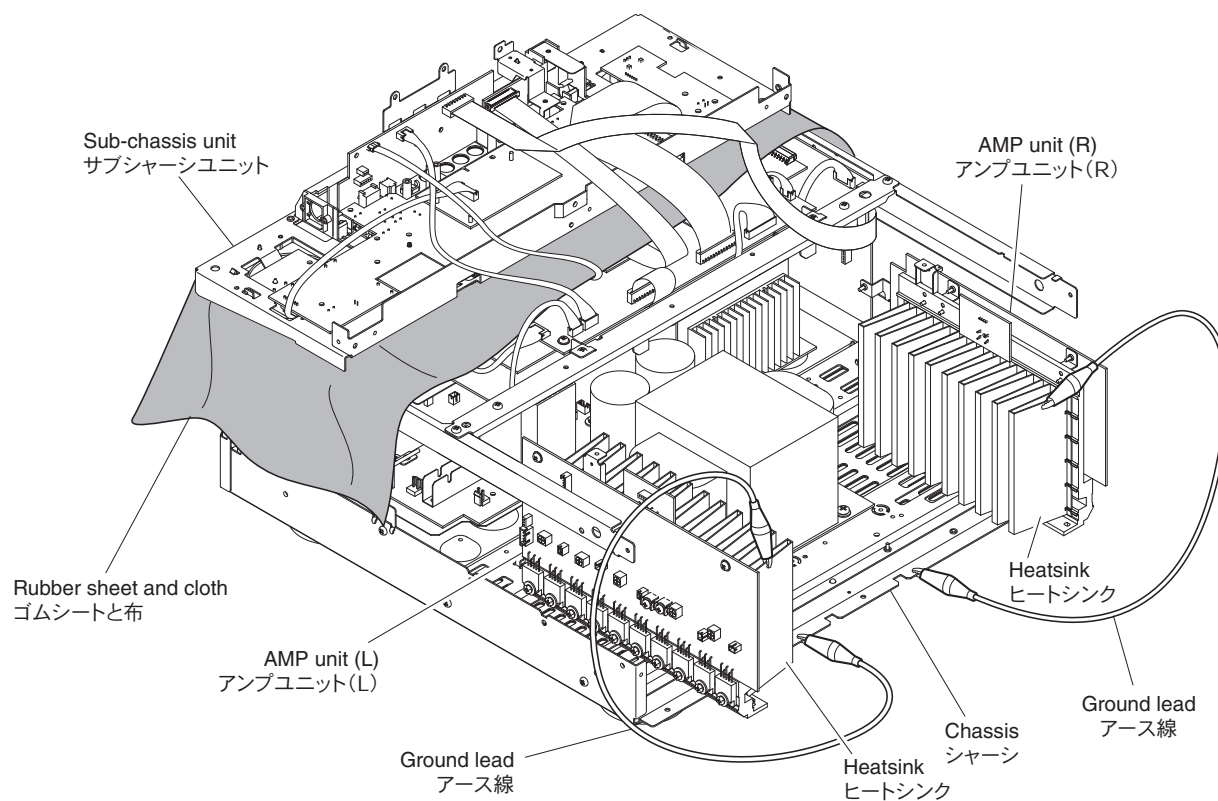

Fig. 6
- Put the rubber sheet and the cloth over this unit, and place the sub-chassis unit on them as shown below. (Fig. 6)
- Connect the heatsink of the AMP unit (L) and the AMP unit (R) to the chassis with a ground lead. (Fig. 6)
- 本機の上にゴムシートと布を敷き、その上にサブシャーシユニットを置きます。(Fig. 6)
- アンプユニット (L) とアンプユニット (R) のヒートシンクをリード線でシャーシに接続してください。(Fig. 6)